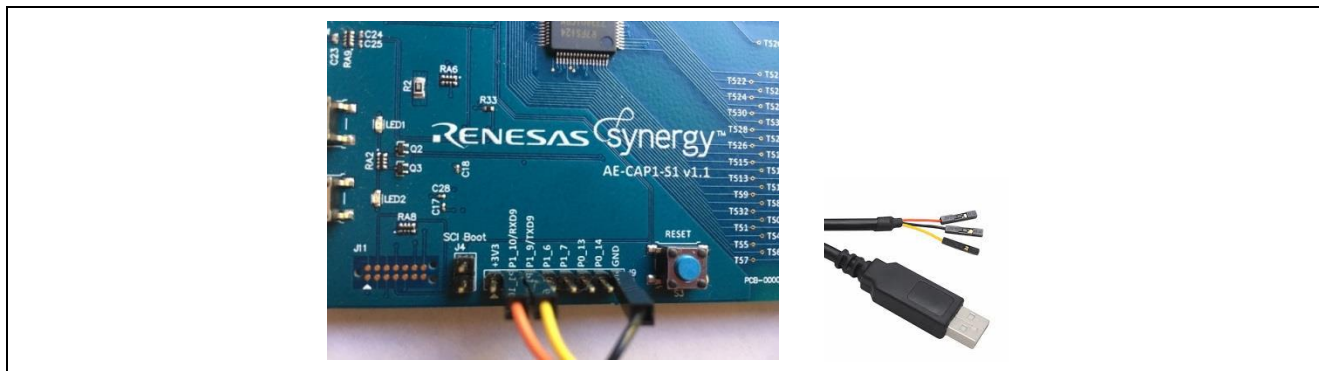
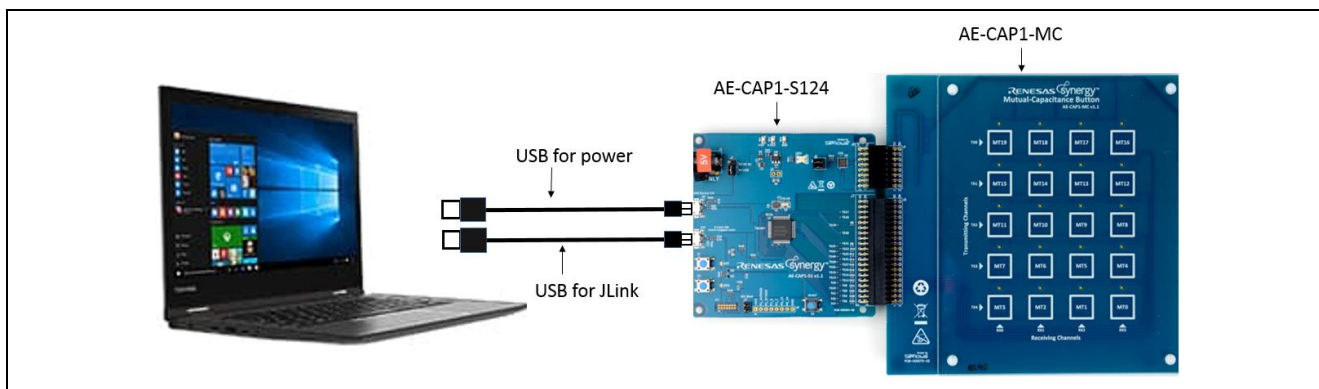

図 11 AE-CAP1-S1 の USB シリアルケーブル接続
図 13 AE-CAP1-S1 および AE-CAP1-MC
4. 図 11 のように AE-CAP1-S124 の J9 を Serial to USB 変換ケーブルを介して PC に接続します。Serial-to-USB 変換ケーブルはキットに含まれていません。
AE-CAP1-S1 と AE-CAP1-MC ボードを接続するには図 13 を参照してください。AE-CAP1-S1 と PC 間に USB シリアル変換ケーブルを接続する場合は図 11 を参照してください。次の手順に従って、システムにデモ 2 をロードします。